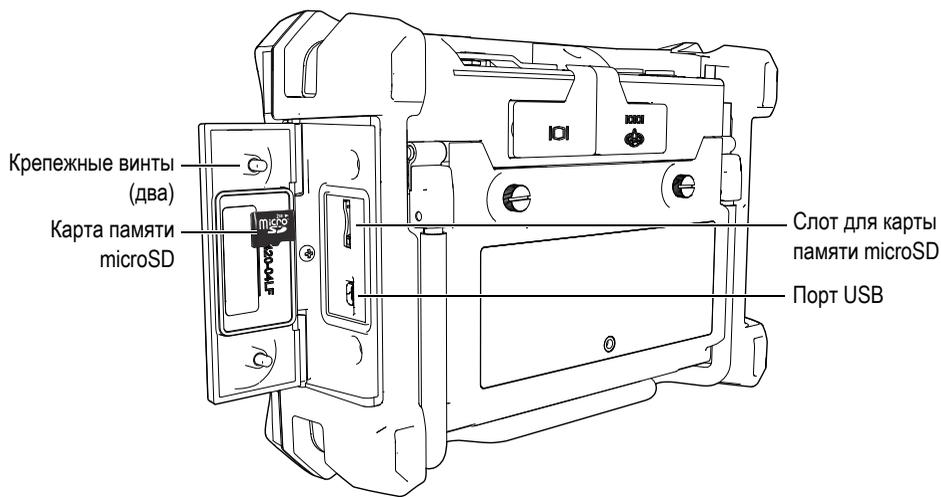

Рис. 1-13 Установка карты памяти microSD
2. Ослабьте крепежные винты (2) и откройте дверцу отсека вводов-выводов на боковой панели NORTEC 600 (см. Рис. 1-13 на стр. 41).